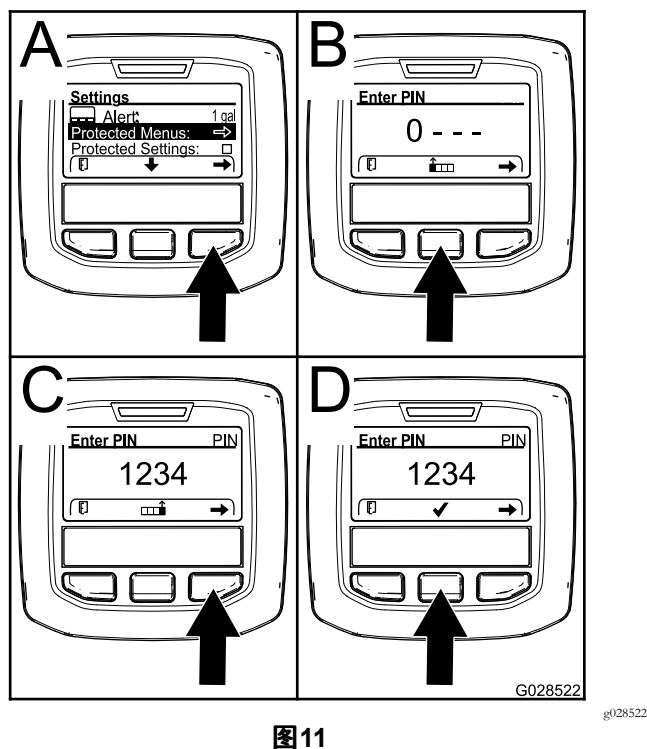

图11
2. 按右侧选择按钮可选择受保护菜单图11。
- 按中间选择按钮图11 中的 B可增加数值09。
- 按右侧选择按钮图11 中的 C可将光标移至右边的下一个数值位置。
注意 核选标记图标将显示在中间选择按钮的上方图11 中的 D。
5. 按中间选择按钮图11 中的 D输入密码。